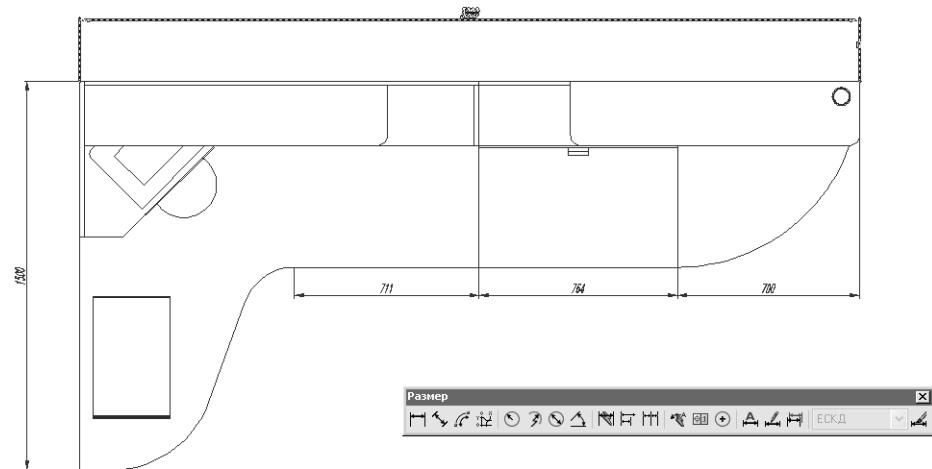

Рис. 11.15 ▶ Выбор базовой линии для построения размеров от общей базы
14. AutoCAD предложит выбрать выносную линию любого имеющегося на чертеже размера, которая будет использоваться в качестве базовой. Щелкните на правой выносной линии размера 3000 мм (рис. 11.15).